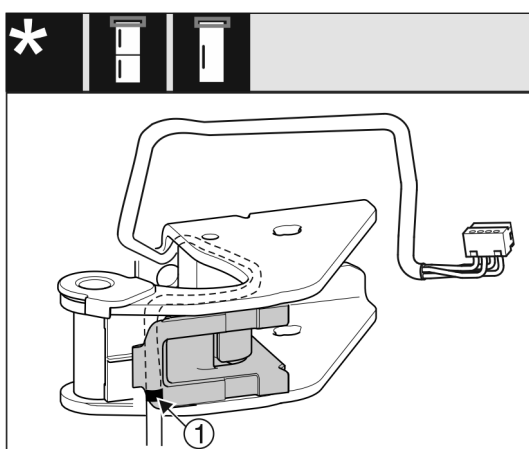

Fig. 16
- ▷ Marcajul central trebuie să se afle pe marginea suportului de cablu Fig. 16 (1).